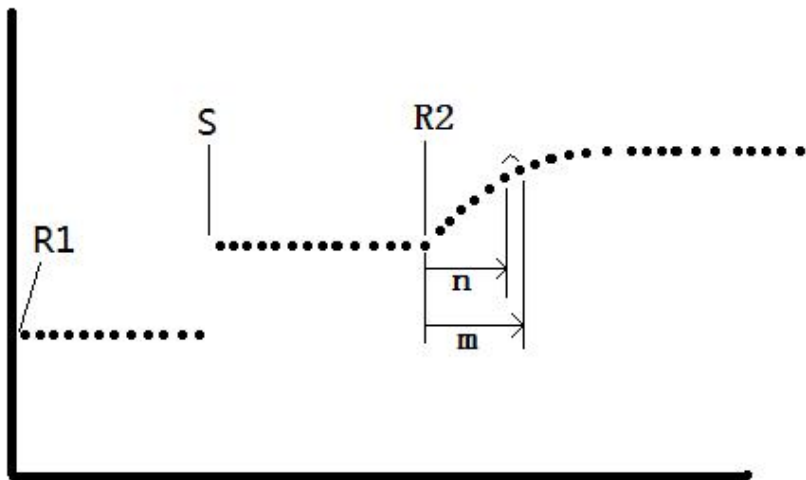

图 12-15 加试剂二后
6. 如图 12-15 所示，R2 为加入第二试剂时间，空白吸光度值为从加入第二试剂后，第 n 个点到第 m 个点的吸光度平均值。